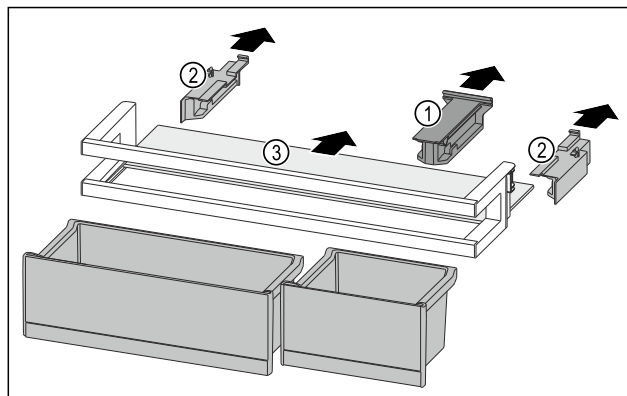

Fig. 238
- ▶ Držák Fig. 238 (1) stáhněte.
- ▶ Boční díly Fig. 238 (2) stáhněte.
- ▶ Odkládací plochu Fig. 238 (3) odeberte.